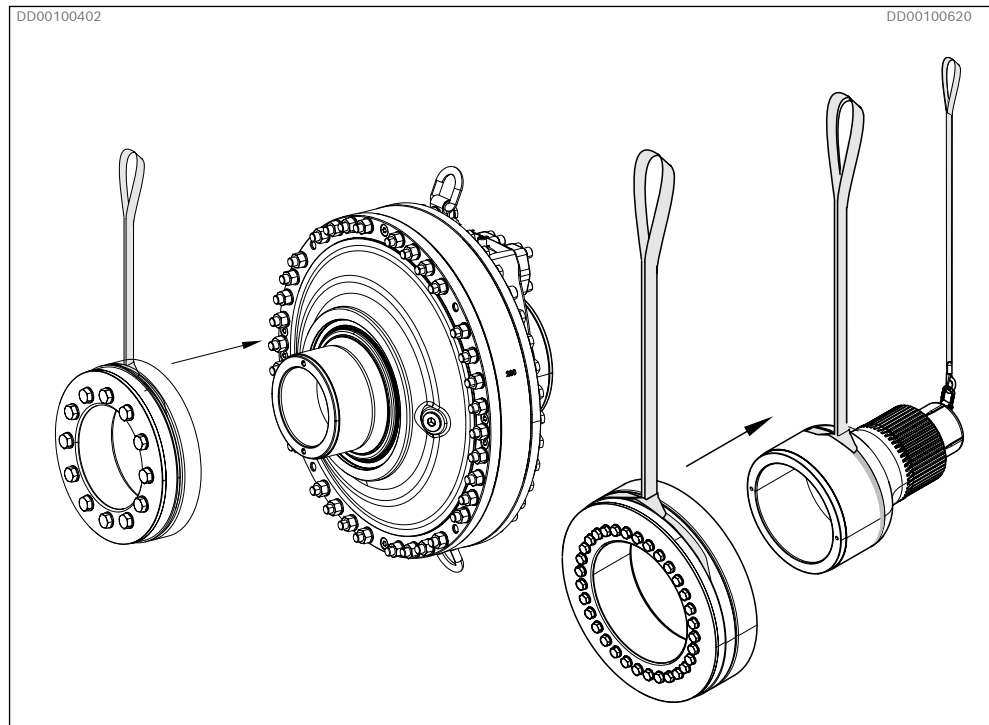
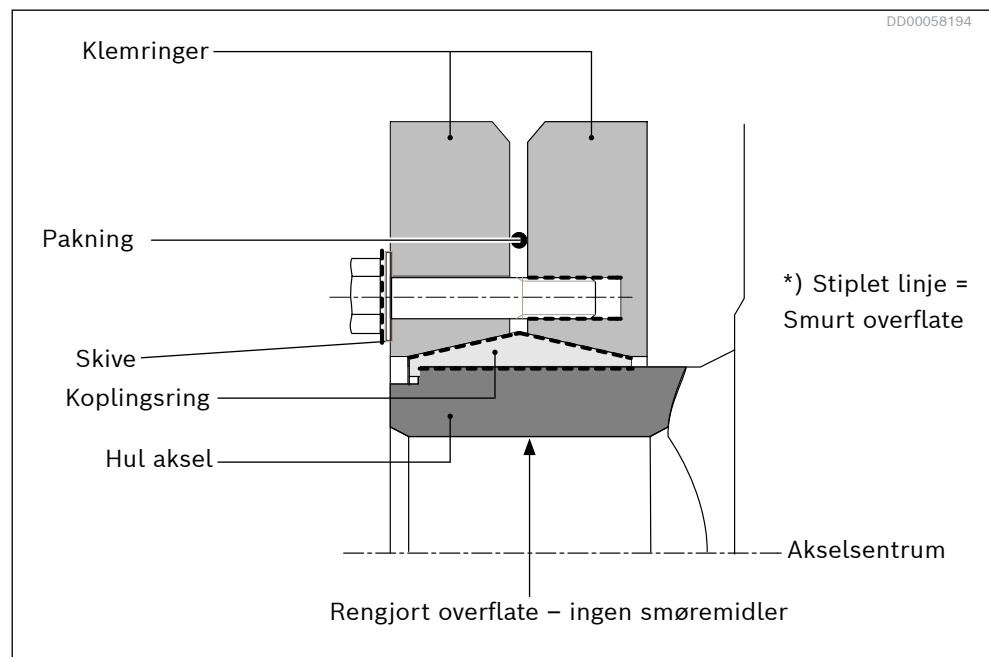

Fig. 33: Montere krympeskive på adapteraksel eller kopling motor
Fig. 34: Krympeskive
- ▶ Smørefett må ikke under noen omstendighet overføres til overflatene mellom den drevne akselen og kopling motor eller akseladapter (se Fig. 34).
1. Krympeskiven leveres fra fabrikken smurt med smørefett på de koniske overflatene og skruene (se Fig. 34). Smøremidlene skal forbli på disse flatene.
4. Monter krympeskiven på den hule akselen. Bruk en godkjent stropp mellom låseringene. (se Fig. 33 og Fig. 34) Koplingen må skyves helt til stopperen på den hule akselen. Skill om nødvendig klemringen for at monteringen skal gå lettere.
*) Den koniske overflaten mellom koplingsringen og klemringene samt skruene skal være belagt med Molykote G-Rapid plus-pasta, (se Fig. 34). Den leveres med dette fra fabrikken.